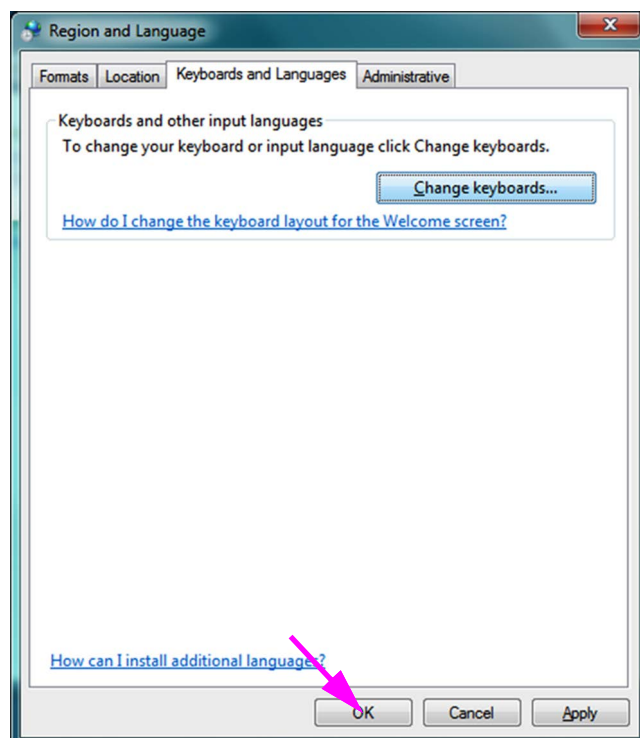

Figure C-12. Écran Region and Language (Région et langue) – Onglet Keyboards and Languages (Claviers et langues)
8. Retournez à l'onglet Keyboards and Languages (Claviers et langues) (cf. Figure C-12) et cliquez sur le bouton **OK** pour terminer le changement de langue du clavier.